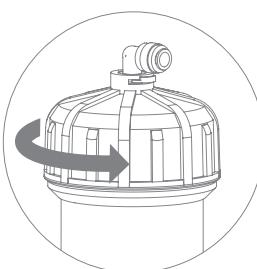

Рис. 15
4. Открутите крышку корпуса мембранны (рис. 15), используя ключ ^[1] из комплекта поставки, извлеките отработанную мембрану (рис. 16).